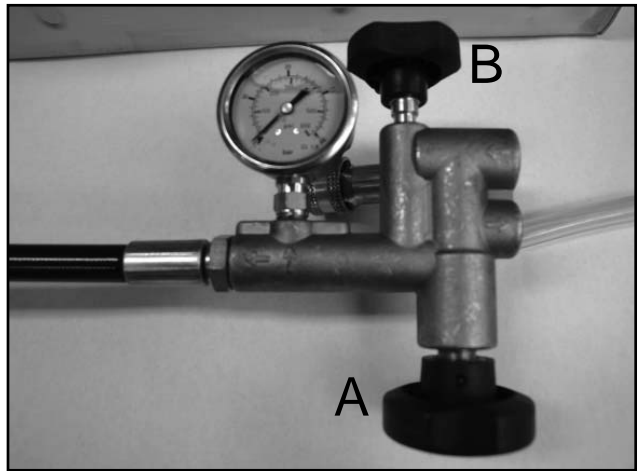

Fig. 3
3. Открыть вентиль (а) и вентиль (b) (см. рис. 3) примерно на 1 оборот.